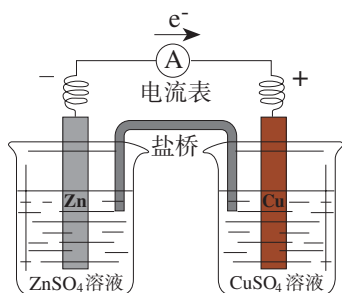

图4-1 锌铜原电池示意图
如图4-1所示，将置有锌片的 ZnSO_4 溶液和置有铜片的 CuSO_4 溶液用一个盐桥^①连接起来，然后将锌片和铜片用导线连接，并在中间串联一个电流表，观察现象。取出盐桥，观察电流表的指针有何变化。
实验表明，接通电路时，电流表的指针发生偏转，即电路中有电流通过。从上述装置中取出盐桥，电流表的指针又回到零点，即电路中没有电流通过。如图4-1所示的原电池叫做锌铜原电池，其中锌一端为负极，铜一端为正极。
(1) 图4-1所示的锌铜原电池工作时，电子在导线中的运动方向是怎样的？阴离子和阳离子在电解质溶液中的运动方向是怎样的？
请结合图 4-1 绘制反映原电池工作原理的示意图, 并与同学交流。示意图要求包括以下内容: